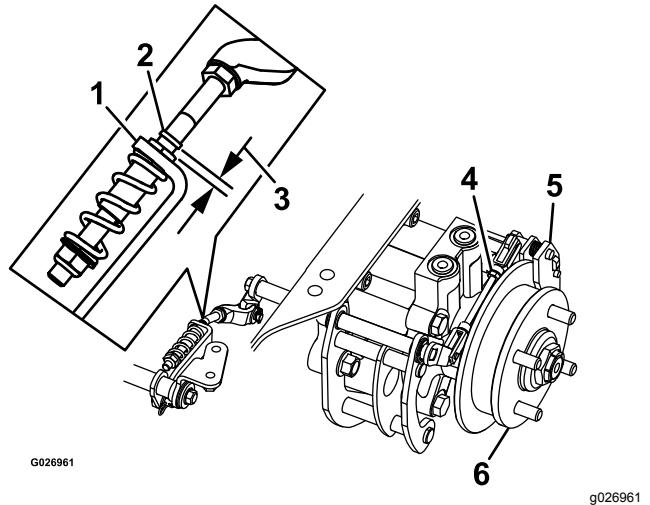

Bild 89
7. Prüfen Sie, ob ein sichtbarer Abstand zwischen der L-Halterung und dem Gestängeanschlag besteht (Bild 89).